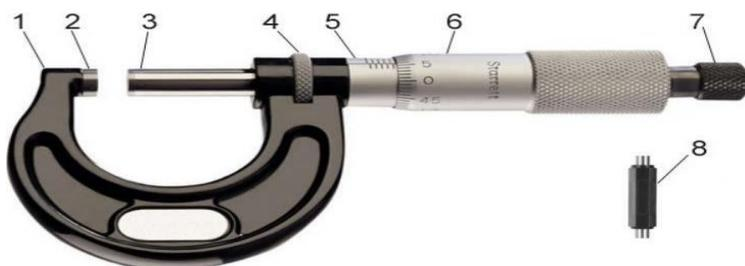

Рис.1.
4. Какой цифрой обозначена скоба?(Рис.1)
5. Какой цифрой обозначен барабан?(Рис.1)
6. Какой цифрой обозначен микрометрический винт?(Рис.1)
7. Какой цифрой обозначен стемпель?(Рис.1)
11. Перечислите детали микрометра под цифрами: 3; 5; 6. (Рис.1).